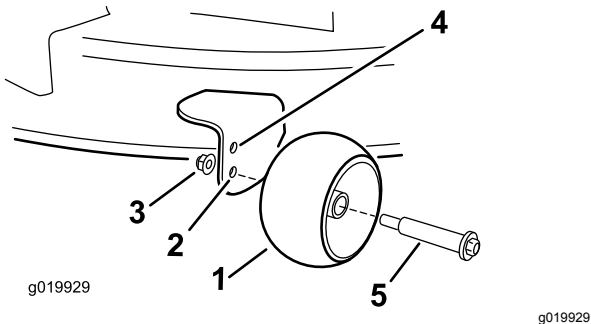

Figura 28
posición de altura de corte de 63 mm o menos (**Figura 28**).
- Taladro inferior – utilice esta posición cuando la carcasa de corte está en la posición de altura de corte de 76 mm o más (**Figura 28**).